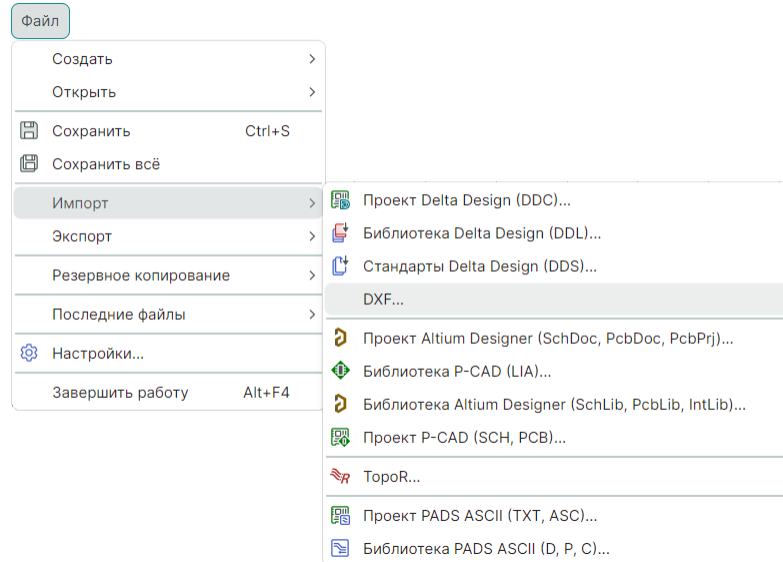

Рис. 14 Вызов импорта из главного меню
1. Из раздела главного меню «Файл» → «Импорт» → «DXF...», см. Рис. 14.